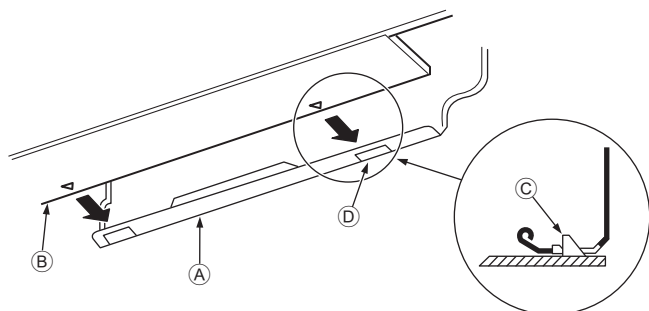

Рис. 3-15
3. Устанавливая трубки хладагента и дренажа в отверстие на стене (муфту), подвесьте верхнюю часть внутреннего блока к монтажной плите ①.
5. Закрепите блок, вдвинув его нижнюю часть в монтажную плиту ①. (Рис. 3-15)
* Убедитесь, что нижние фиксаторы внутреннего блока надежно встали в монтажную плиту ①.
① Монтажная плита
② Внутренний блок
③ Крюк
④ квадратное отверстие